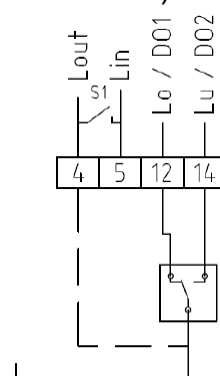

Abb. 8: Anschlussbild 3-Punkt-Signal
3. N↔S Schalter (Abb. 7, oben) auf "S" stellen und die weitere Verdrahtung wie in Abb. 8 vornehmen (Spannungsversorgung muss angeschlossen bleiben).